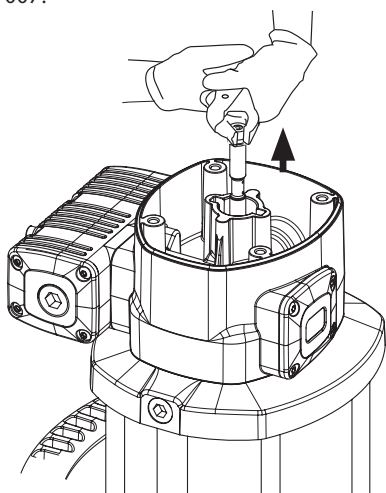
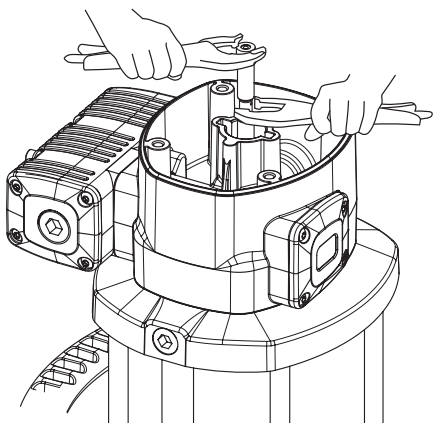

Fig. 5a
Fig. 5b
1. Dévisser les quatre vis (2) et retirer le couvercle (3).
2. Dévisser le bouchon de l'inverseur (4).
3. Avec une pince manuelle sur la douille de serrage (5), tirer la tige (39) vers l'extérieur jusqu'à ce qu'apparaisse son évidement central (Fig. 5a). Puis, avec une autre pince manuelle, saisir la tige (39) sur l'évidement pour prévenir les dommages sur la surface pouvant entraîner des problèmes d'étanchéité, et dévisser l'écrou (5) (Fig. 5b).
4. Enlever le joint (6) et la bague (7), puis utiliser les nouvelles lors du remontage.
5. Dévisser les quatre vis (55). Retirer le moteur (13) pour libérer la tête avec la bride (36).
6. Retirer le capuchon de l'inverseur (9). Remplacer les joints (8) et (10) de ce capuchon.
7. Dévisser les cinq vis (37) et séparer le corps de moteur (13) de la bride (36). Retirer la rondelle (32) et remplacer le joint (8).
8. Retirer le cylindre (50) en tenant soigneusement le piston (46). Remplacer le joint (45) du piston.
9. Remontage dans l'ordre inverse, Application frein filet sur les vis (37), la douille de serrage (5) et le bouchon de l'inverseur (4).